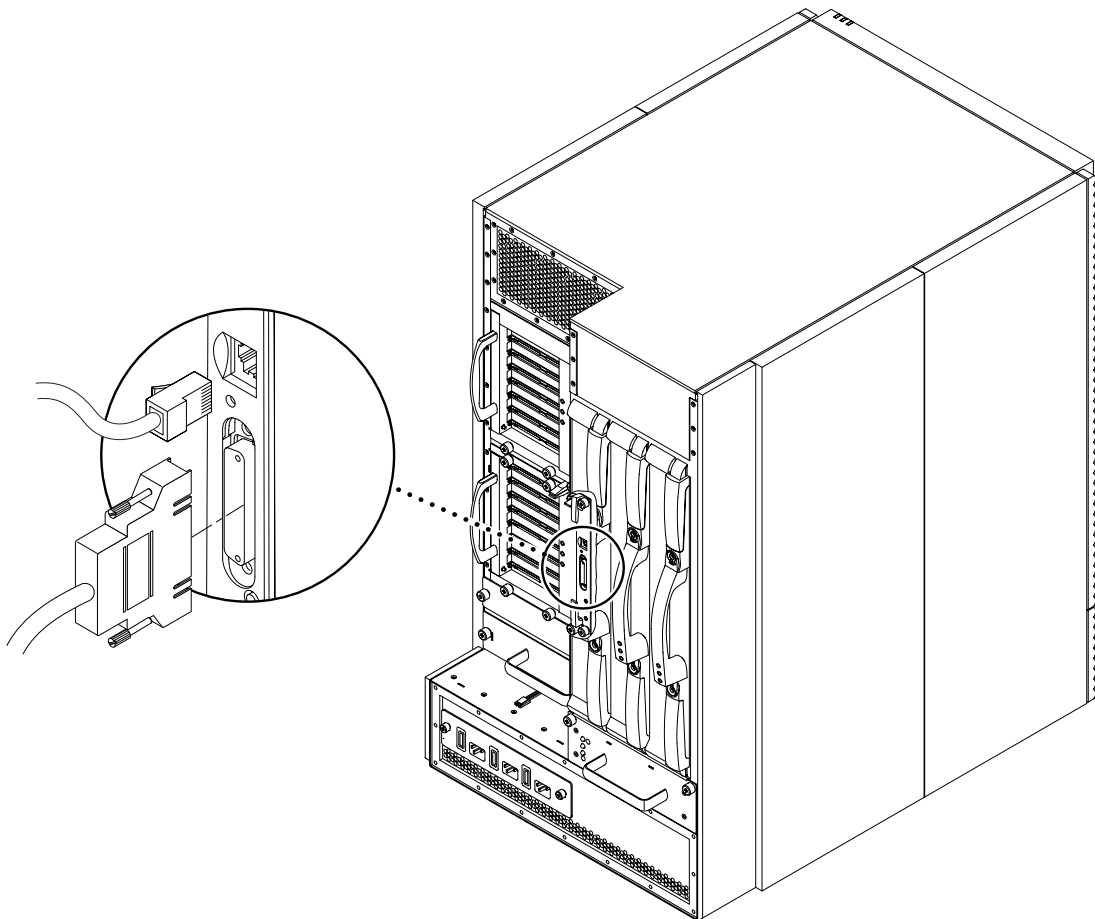

FIGURE 4-2 Connexions du contrôleur système principal sur le système Sun Fire 4800
1. **Connectez une extrémité du câble série (TTYa ou simulateur de modem) au port série de la carte contrôleur système principale** (FIGURE 4-2).
1. **Connectez une extrémité du câble Ethernet blindé de catégorie 5 au port Ethernet RJ-45 de la carte contrôleur système principale** (FIGURE 4-2).